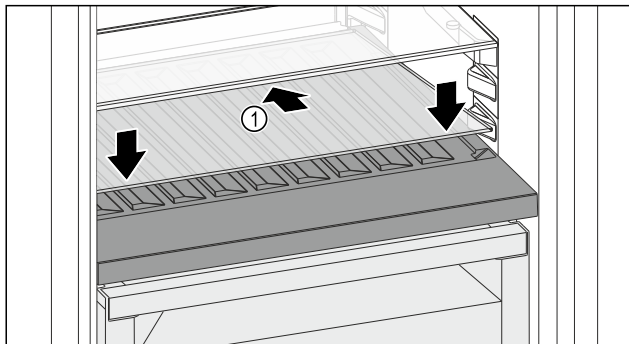

Fig. 110
- Ustawić płytę szklaną Fig. 110 (1) pod ukosem, nachyloną do tyłu w dół.
- Opuścić płytę szklaną Fig. 110 (1) z przodu.